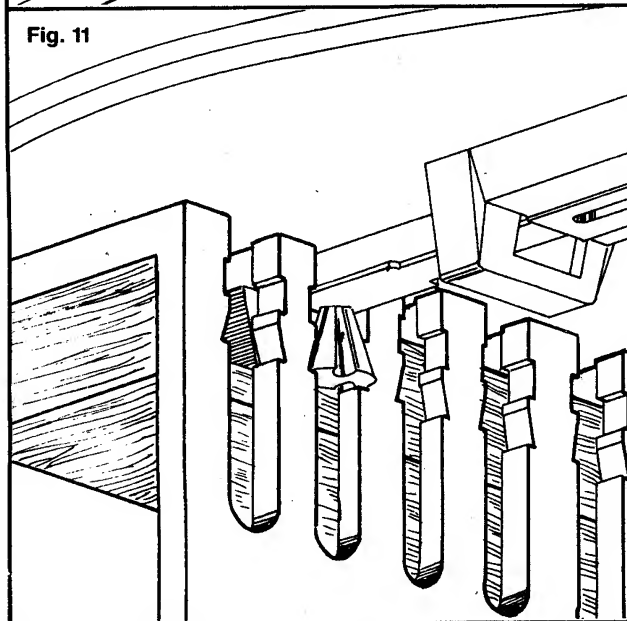

Fig. 11
6. Fit guide on the bottom of the router base plate into first horizontal (far left) slot on the template where the wood is to be cut (Fig. 11). This system will prevent the bit from contacting the template, and help assure a precision cut.
6. Ajuster le guide sur le fond de la plaque de base de la toupie dans la première rainure horizontale (la plus à gauche) sur le gabarit, là où le bois doit être coupé (Fig. 11). Cette méthode préviendra que la mèche touche au gabarit, et aidera à assurer une coupe précise.